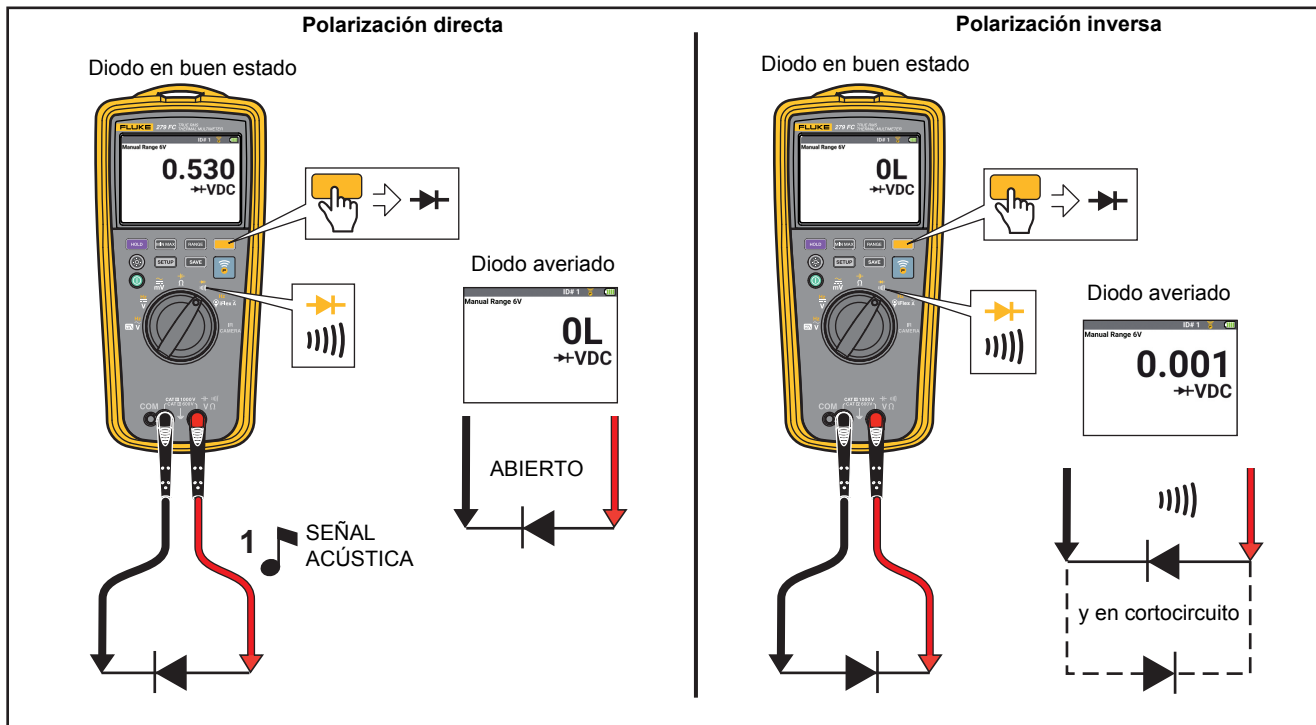

Figura 11. Prueba de diodos
- Prueba de diodos. Consulte la Figura 11.
Para realizar una prueba de diodos fuera del circuito, configure el Multímetro tal y como se muestra en la Figura 11. Para las mediciones de polarización directa en componentes de semiconductores, ponga el conductor de prueba rojo en el terminal positivo del componente y el negro en el terminal negativo.